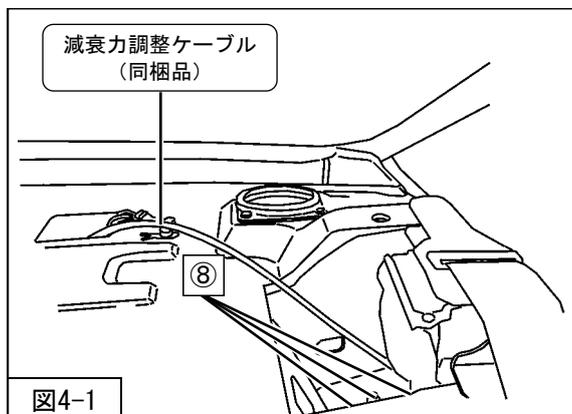

図4-1
を車両に取付けてください。（図4-1）
3. P 14 「減衰力調整方法」を参考に、減衰力調整ケーブル（同梱品）をリアサスペンションASSYに取付けてください。（図4-1）
4. ⑦リアサスペンションASSYロア取付ボルト